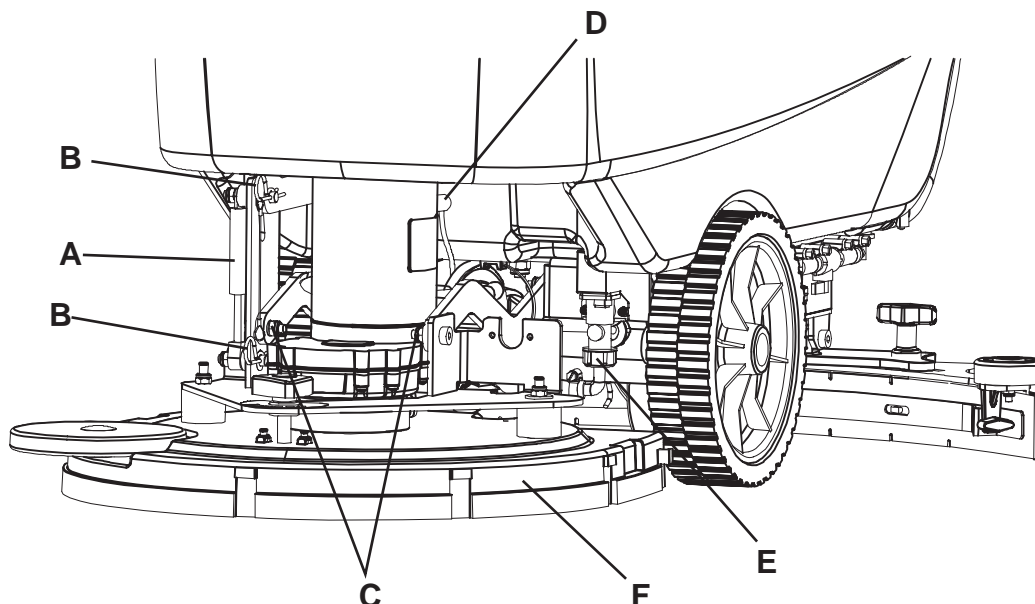

Abbildung 11
3. Den Bürsten-/Padhalterkopf mittels des Pedals (11) senken.
4. Falls vorhanden, die Splinten (B, Abb. 11) und die Gasfeder (A) entfernen.
5. Die elektrische Verbindung (D) der Motoren der Bürsten/Padhalter lösen.
6. Die Verbindung (E) von der Leitung der Reinigungslösung lösen.
7. Die Schrauben (C) entfernen, dann den Bürsten-/Padhalterkopf (F) entfernen.
- Wenn auf der Maschine den Zylinderbürstenkopf (18c) installiert ist, muss die Gasfeder (A) nicht installiert sein.